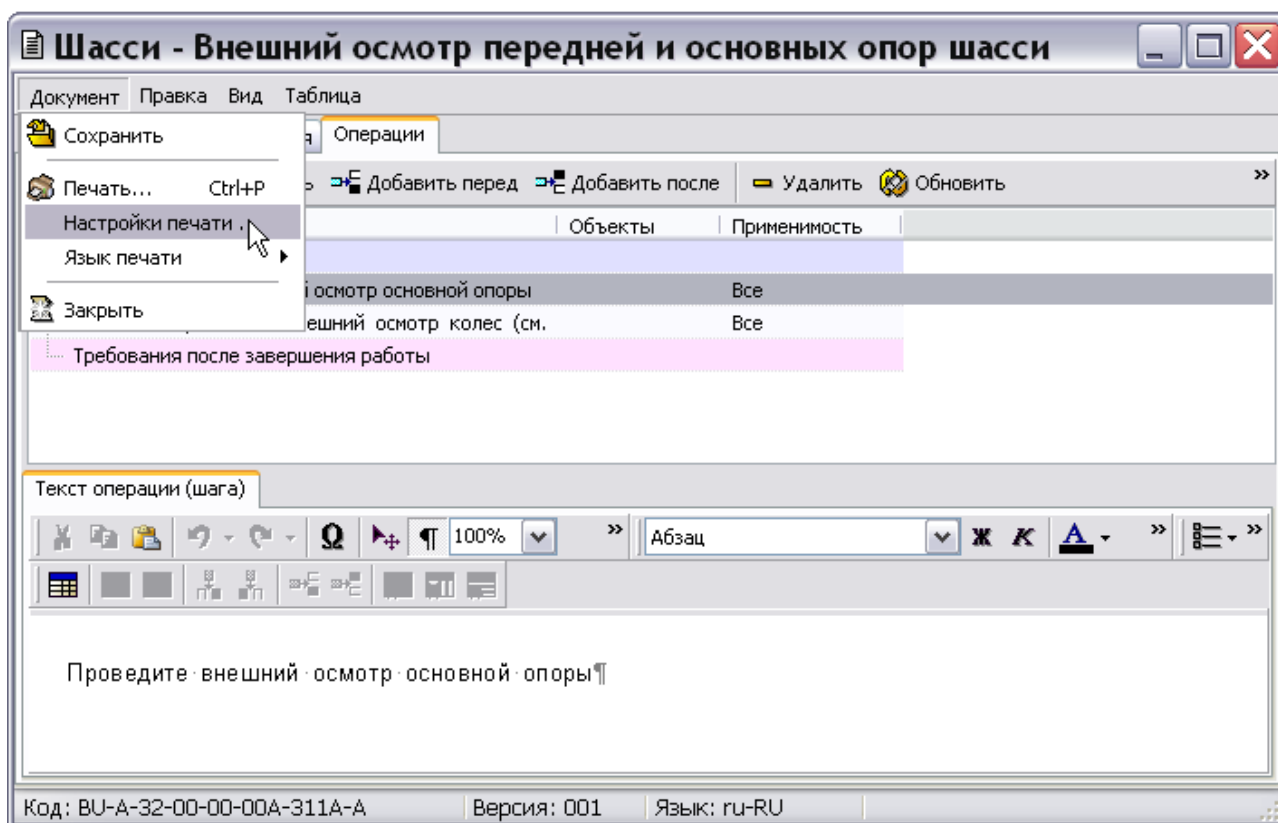
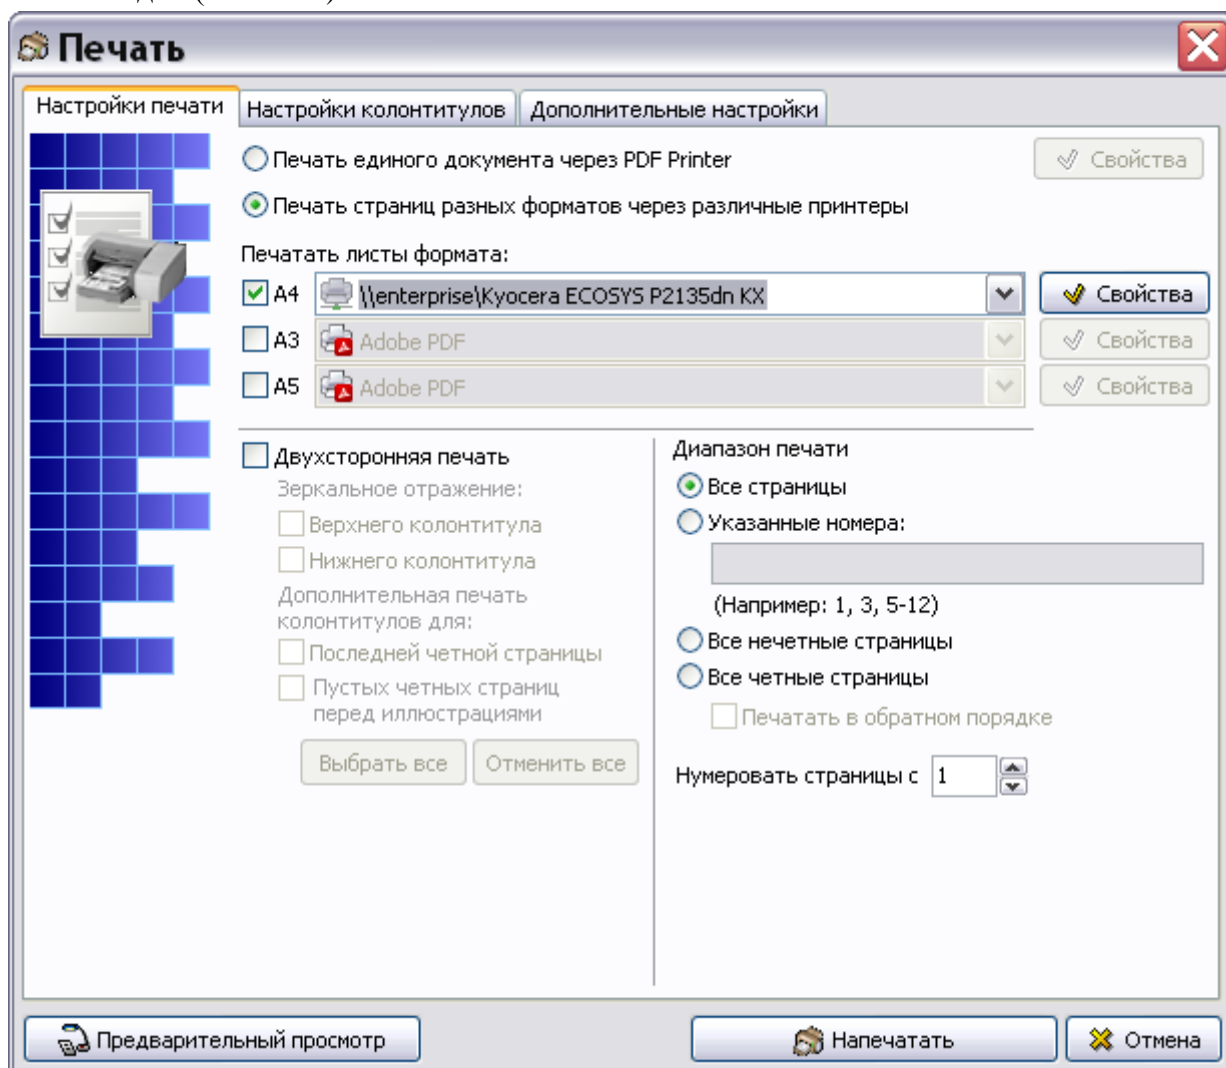

Рис. 7.69
Рис. 7.71
1. В верхней левой части окна откройте меню **Документ** (Рис. 7.69).
4. Для вывода содержимого техкарты на печать в меню **Документ** выберите пункт **Печать** (Рис. 7.69). При этом откроется диалоговое окно **Печать**, содержащее три вкладки (Рис. 7.71).